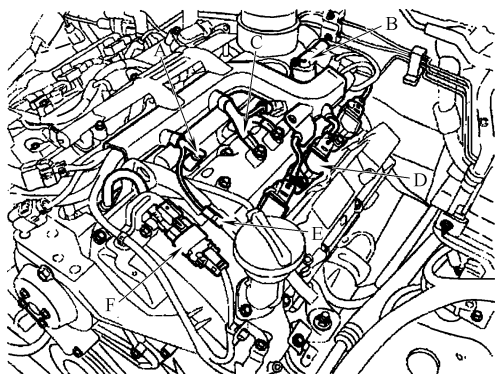
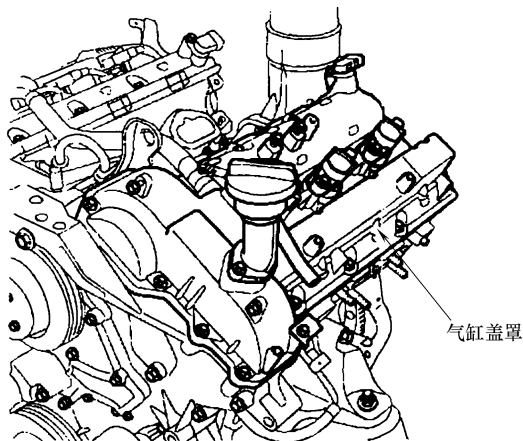

图 29-21 平衡箱上各个线束插接器识别
图 29-22 气缸盖罩识别
13) 断开平衡箱上的各个线束插接器 (图 29-21)。
- ① 断开喷油器线束插接器 A。
- ② 断开凸轮轴位置传感器线束插接器 B。
- ③ 断开接地线束 C。
- ④ 断开点火线圈线束插接器 D。
- ⑤ 断开冷凝器插接器 E。
- ⑥ 断开机油控制阀线束插接器 F。
- 14) 松开气缸盖罩螺栓，然后拆卸气缸盖罩（图 29-22）和密封垫。